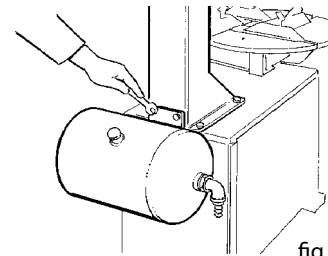

fig.34
- Installare la bombola dell'aria dietro al palo applicando le 2 viti in dotazione di M8. (Fig.34)
- Install the air cylinder behind the column using the two M8 bolts supplied (fig.34).
- Installer la bouteille d'air derrière la colonne en fixant les 2 vis en dotation de M8 (fig. 34).
- Die Druckluftflasche hinter der Tragsäule mit den zwei mitgelieferten Schrauben M8 anschrauben (Abb. 34).
- Instale la bomba del aire detrás de la columna aplicando los dos tornillos de equipo de M8 (fig. 34).